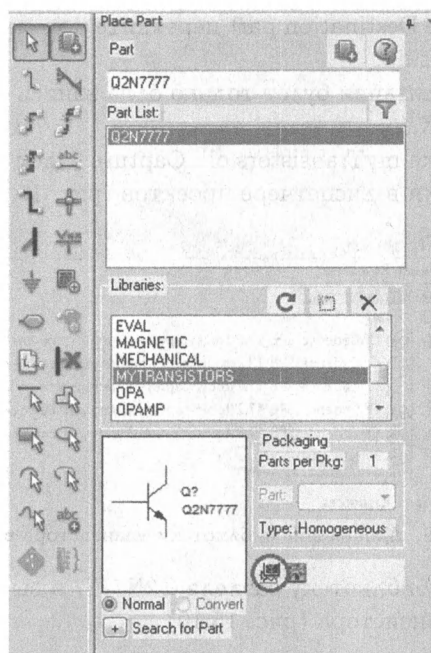

Рис. 15.11. Новый транзистор в каталоге компонентов
10. Откройте страницу схемы и выберите Place > Part. Библиотека myTransistors будет автоматически добавлена в библиотеки и список деталей будет содержать транзисторный графический символ для NPN-транзистора (рис. 15.11).